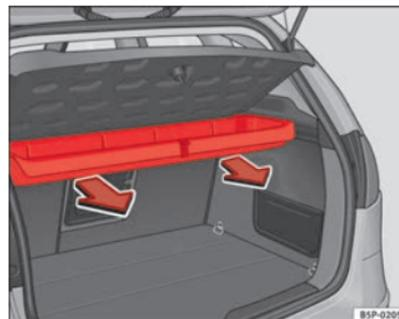

Abb. 124 Ausbau des Ablagefachs
- Nach außen ziehen, bis das Ablagefach aus den Drehhaltern gelöst ist ⇒ **Abb. 124**.